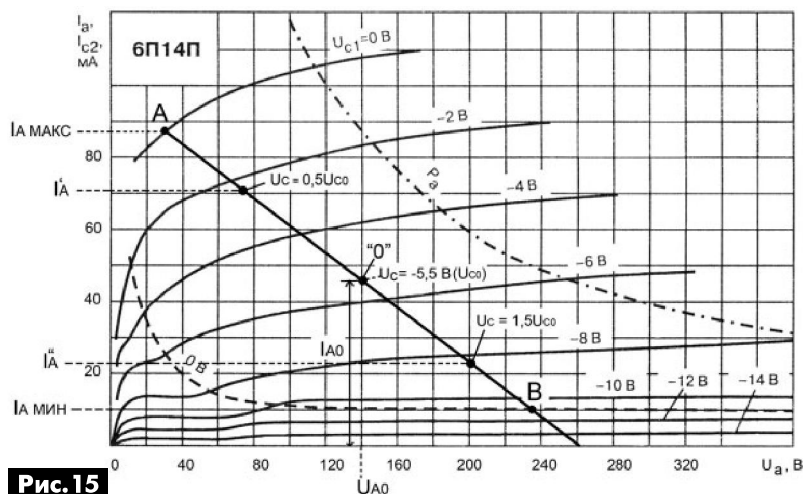

Рис. 15
2. По анодным характеристикам лампы (**рис. 15**) задаются:
т.е. рабочая точка на ВАХ выбирается на пересечении кривой для $U_c = U_{C0}$ и вертикальной линии для U_a (точка «0» на **рис. 15**). Поскольку предполагается, что данный каскад работает в режиме без токов сетки (в противном случае его КНИ резко возрастет), то амплитуда входного сигнала не должна превышать U_{C0} .
Таким образом, получаем рабочий участок динамической характеристики между точками А и В на **рис. 15**. Ток анода лампы будет максимальным в точке А и минимальным в точке В.